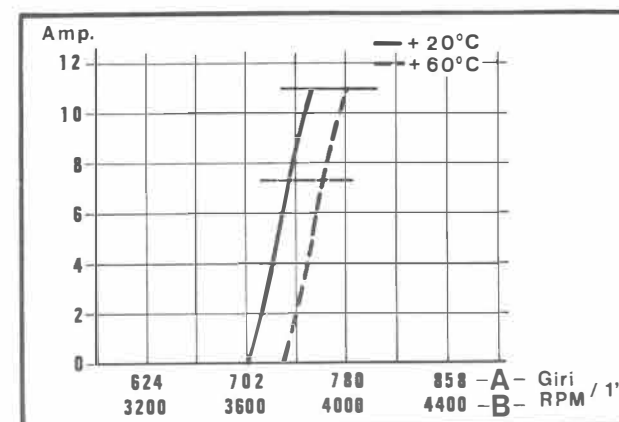

Fig. 58
Le diagramme (Fig. 58) indique l'intensité de courant (Amp.) à la variation du régime du moteur (A) et dynastart (B) avec tension de la batterie constante à 12,5 V. et température de $\pm 20^{\circ}\text{C}$. et 60°C .
Diagram in Fig. 58 shows current values (Amp.) referred to engine speed (A) and starter generator speed (B), with a constant 12.5 Volts battery voltage. Readings taken at temperatures of 20°C and 60°C . If, with a 12.5 V. battery voltage, there is no charging, replace regulator and repeat recharge check. If positive results are not yet obtained, check starter motor on a test bench.
Das Diagramm der Abbildung 58 gibt die Stromstärke (Amp) als Funktion der Motoren- (A) und der Lichtanlasserdrehzahl (B) an bei einer konstanten Batteriespannung von 12,5 V und einer Temperatur von $\pm 20^{\circ}\text{C}$ und 60°C . Wenn bei einer Spannung von 12,5 V der Ladungsstrom gleich Null ist, Regler ersetzen und Ladezustand nachprüfen. Falls letzterer gleichbleibt, Lichtanlasser auf elektrischem Prüfstand kontrollieren.